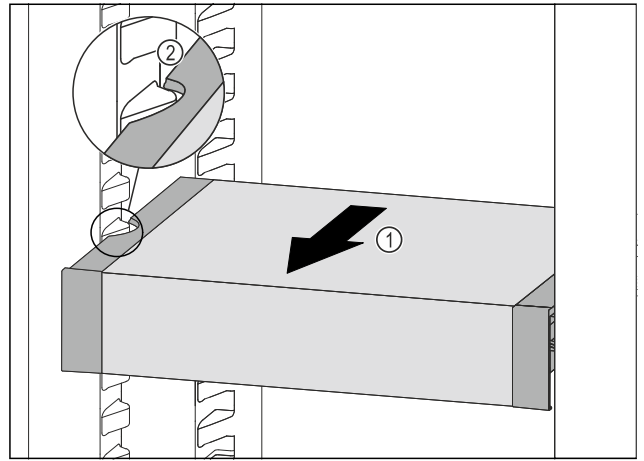

Fig. 124
- VarioSafe nach vorne ziehen Fig. 124 (1), bis sich die seitlichen Aussparungen des VarioSafes auf Höhe der Behälterrippe im Kühlteil befinden. Fig. 124 (2)